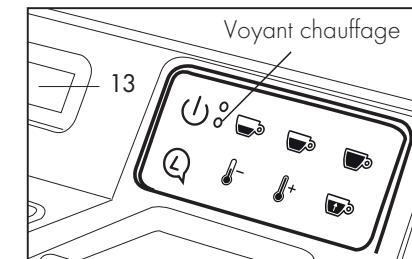

Fig. 5
- Le voyant de chauffage bleu clignote et sur l'écran (13), l'indication chauffage s'affiche ; une fois que la température prévue est atteinte, le voyant bleu s'allume fixe pour indiquer que la machine est prête à être utilisée. (**Fig. 5**)